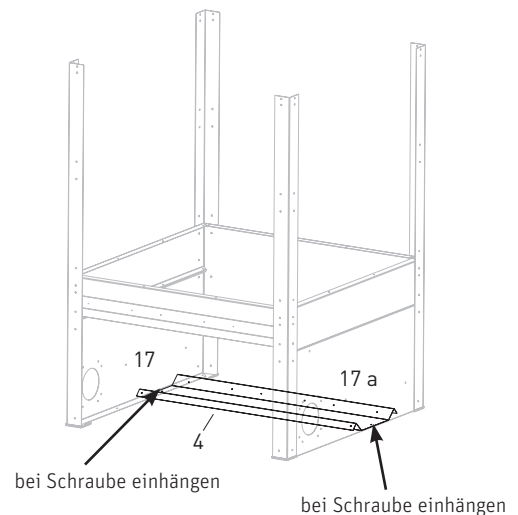

Fig. 8 Bodenplatte montieren
Boden (4) einlegen und links und rechts in beide Schrauben der Seitenwand-Umschalteinheit (17, 17a) einhängen und mit Muttern verschrauben – Fig. 8.